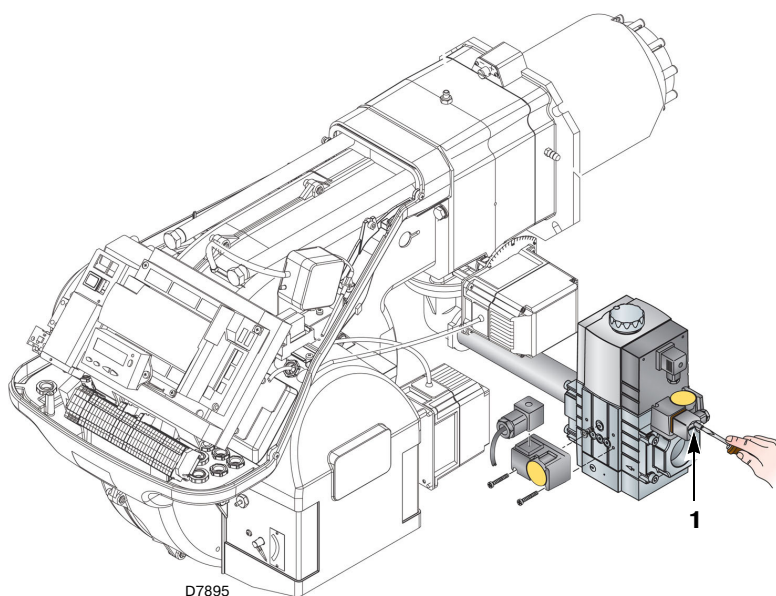

Рис. 27
- Контролировать давление подачи газа, подсоединив манометр к штуцеру давления 1) (Рис. 27) реле минимального давления газа: оно должно быть ниже заданного максимального давления газовой ramпы, указанного на щитке с характеристиками.
- Выпустить воздух из труб газовой ramпы, соединив пластмассовую трубу со штуцером давления 1) (Рис. 27) реле минимального давления газа. Вывести наружу здания выпускную трубу, пока не появится запах газа.